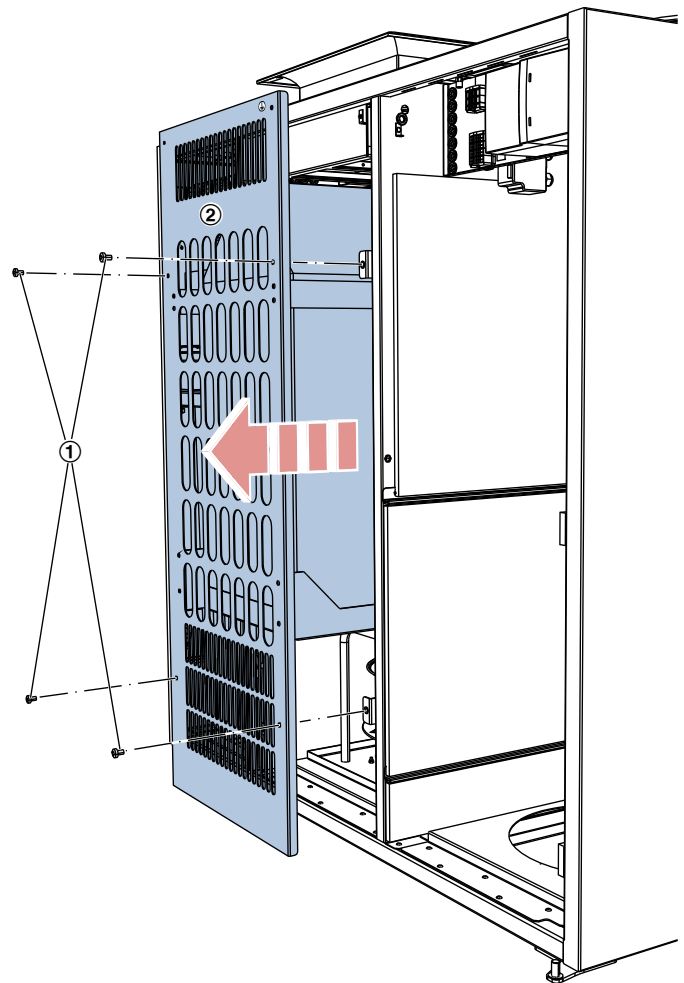

Abb. 13: Schutzgitter mit Schalldämpfer am Zuluft-Ventilator
7. ▶ Am Schutzgitter die vier Schrauben (Abb. 13 /1) lösen und das Gitter mit dem Schalldämpfer (Abb. 13 /2) nach vorne herausziehen. Erdungsstecker vom Gitter lösen (⊕)